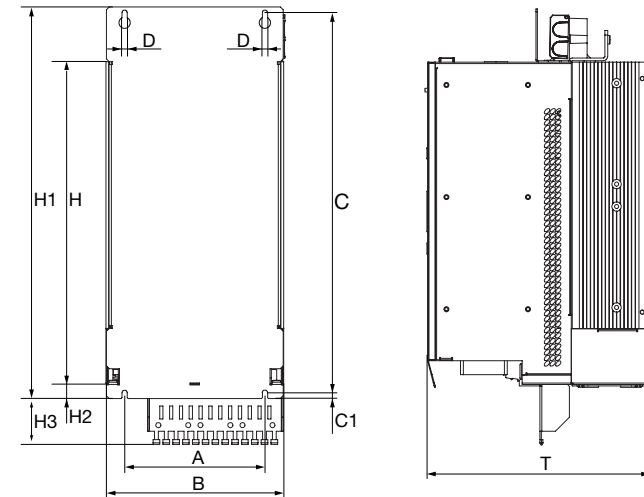

Bild 3.6 Maßzeichnung Gehäusevariante Wandmontage BG5 + BG6A (Darstellung symbolisch)
2. Reißen Sie die Position der Gewindelöcher auf der Montageplatte an. Schneiden Sie für jede Befestigungsschraube ein Gewinde in die Montageplatte. Beachten Sie die Montageabstände. Berücksichtigen Sie zusätzlich den Biegeradius der Anschlussleitungen. Maßbilder/Lochabstände siehe Bild 3.6 und Tabelle 3.1.